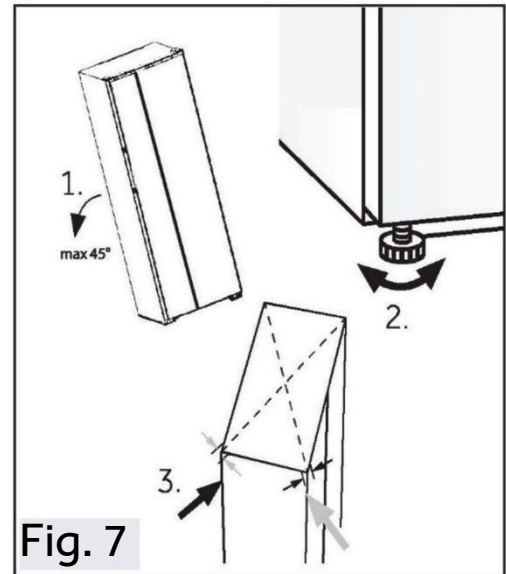

Fig. 7
1. Vip apparatet lidt bagover (fig. 7).